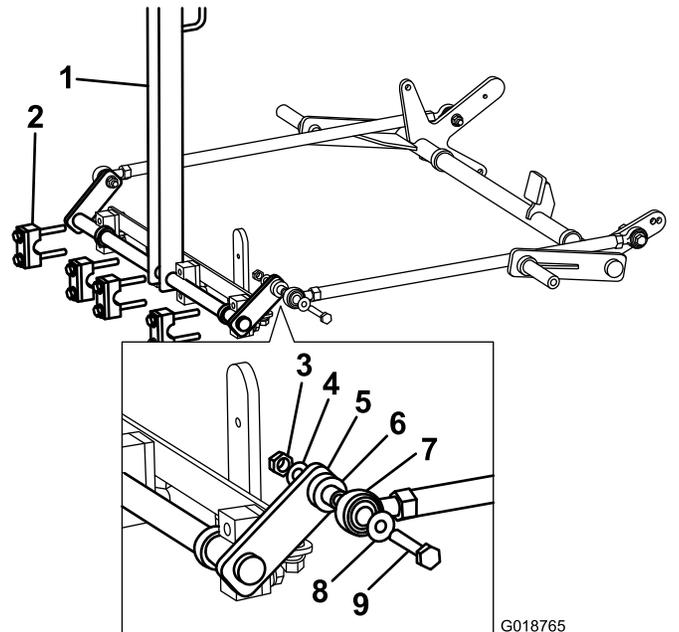

Figure 4
2. Insérez le boulon dans la rondelle et l'extrémité de la tige, la bague, la barre, la rondelle, et fixez avec l'écrou (Figure 4).